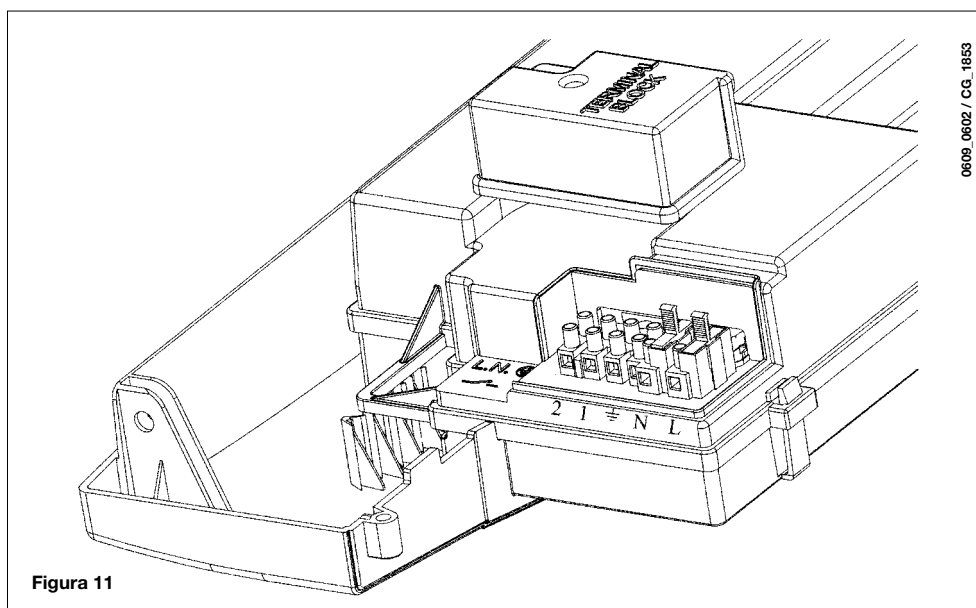

Figura 11
- retirar el tapa y acceder a la zona conexiones eléctricas (figura 11).
- acceder al tablero de bornes de alimentación (figura 11) como se describe en el capítulo precedente;
- remover el puente sobre los bornes (1) y (2);